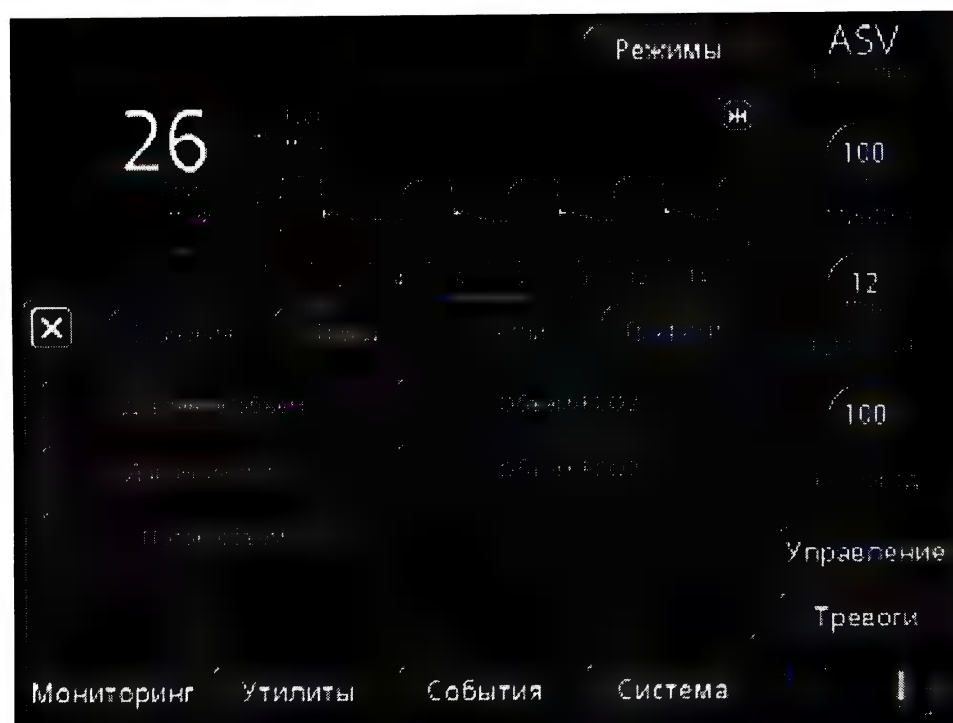

Рисунок 5-10. Окно «Петли»
Аппарат HAMILTON-T1 может отображать динамическую петлю, которая формируется на основе приведенных ниже комбинаций параметров (рис. 5-10):
1. Нажмите кнопку референсной петли, чтобы сохранить кривую петли в памяти с текущей датой и временем. После этого, на экране будут отображаться предыдущая и фактическая петли (рис. 5-10).